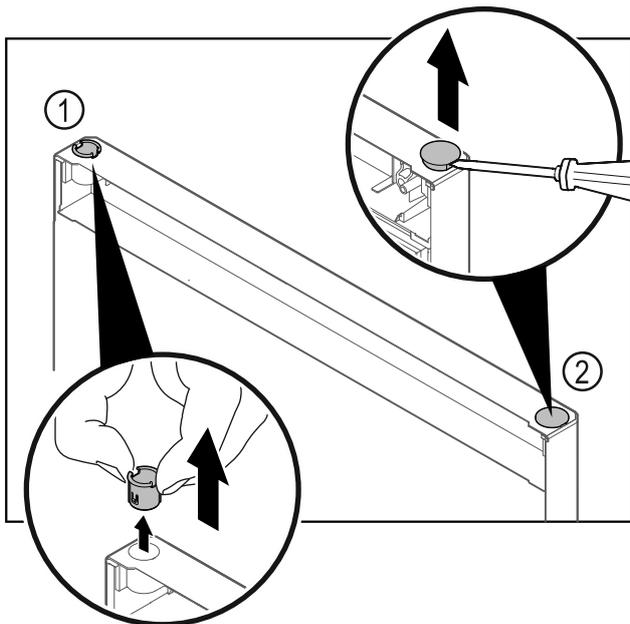

Fig. 22 Dvere chladničky
- Vytiahnite puzdro závesu Fig. 22 (1) prstami.
- Plochým skrutkovačom opatrne nadvihnite kryciu zátku Fig. 22 (2) a vytiahnite ju.